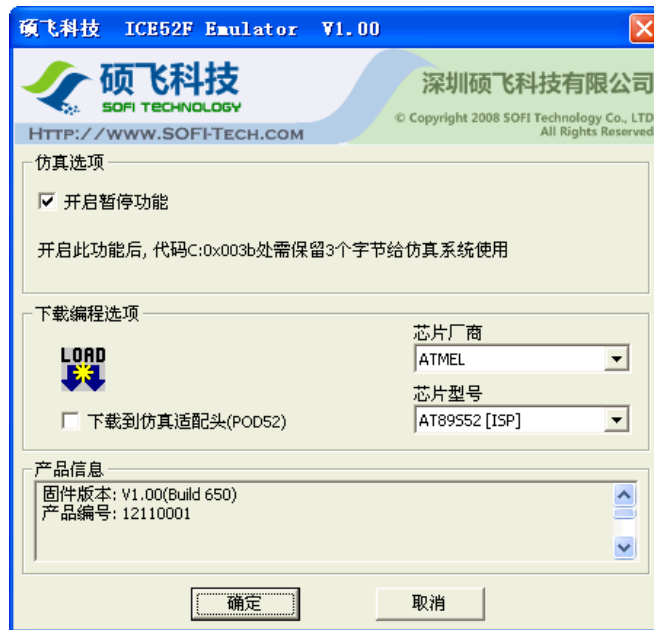

图 4.4 ICE52 设置
3) 选中“Use Target Driver for Flash Programming”选项，在列表框中选择“ICE52F Emulator”。然后点击“Settings”按钮，打开 ICE52 的仿真/编程设置对话框，如图 4.4 所示。在对话框的下载编程选项中分别选择合适的器件厂商和芯片型号，我们这里选择 AT89S52。